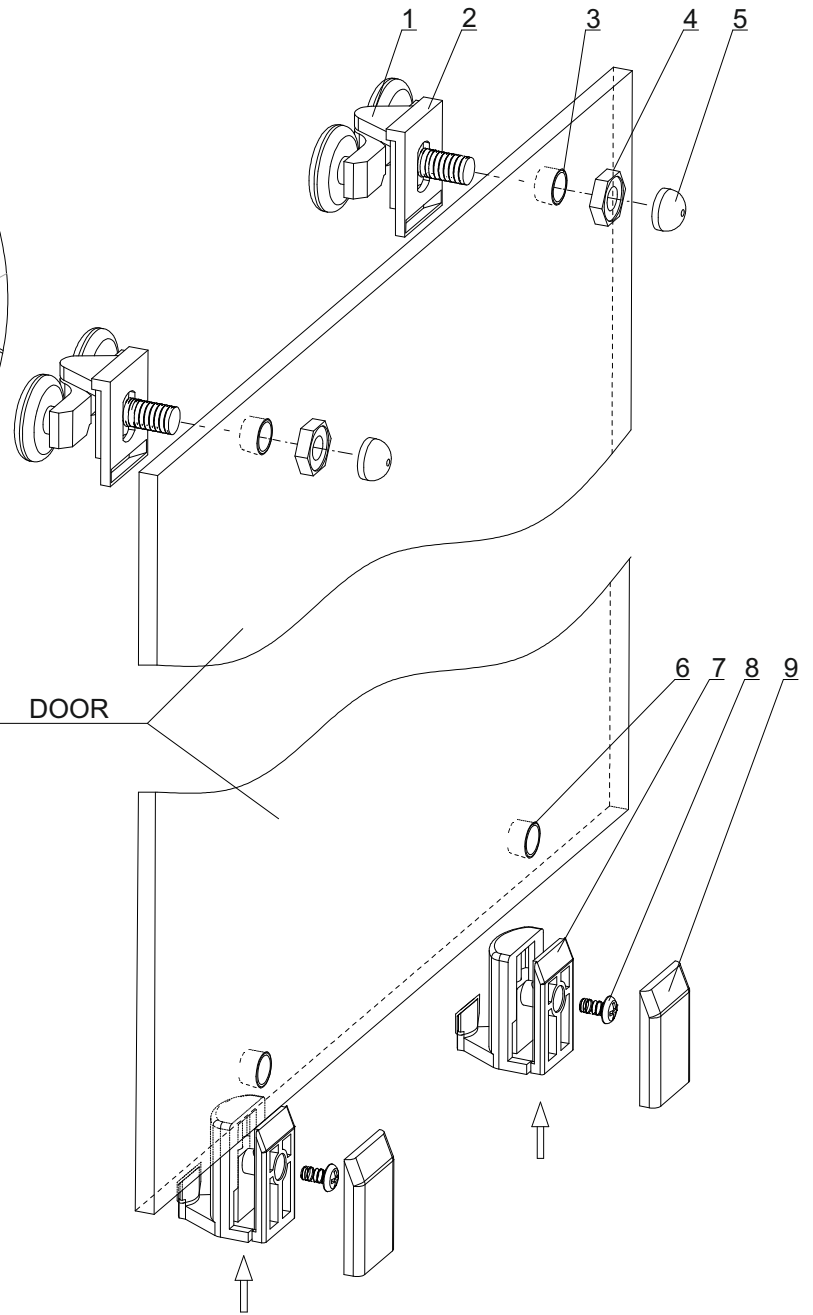

Fig. 6
- 6) Fix the wheel(13) and pothook(10) on the sliding doors. As Fig. 6
- 6) Fissare i carrelli di scorrimento superiori (13) e carrelli inferiori (10) delle porte . Vedi Fig. 6.